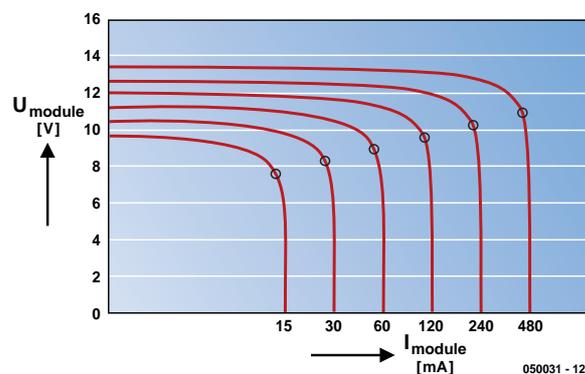

Figure 3. Caractéristique d'un module solaire à différents niveaux de luminosité. Les points de puissance maximale (MPP) sont arqués en gras.
Si l'on introduit U sur I , on obtient les courbes représentées en **figure 3**. La luminosité croît du coin inférieur gauche vers le coin supérieur droit. En l'absence de charge on peut dériver sur la cellule une tension à vide qui est, dans le cas de cellules au silicium, légèrement inférieure à 0,6 V (niveau d'éclairage de 1 000 W/m², température proche de 25 °C). Si l'on court-circuite la cellule on a circulation d'un courant de court-circuit (théorique). La puissance maximale s'obtient aux points rehaussés; on parle de MPP (*Maximum Power Point*). Sur un module, les cellules sont prises tant en parallèle qu'en série, ce qui se traduit par des tensions et de courants de sortie plus importants. On obtient, selon les types de cellule et de module, entre 80 à 150 W par m² de surface, ce qui correspond à un rendement énergétique de 8 à 15%. Toute augmentation de température diminue la puissance du module (de 0,2 à 0,5% par °C typique). Plusieurs modules permettent de construire des générateurs plus puissants.
– dans le cas d'une tension de batterie très inférieure à la tension nominale du module, que l'on utilise un diviseur de tension ou autre électronique similaire. On peut connecter un module 12 V directement à un accu de 3 V sans que ce dernier ne courre de danger (cf. figure 3). Le module solaire 12 V ne fonctionne pas alors en source de tension à tension de sortie constante de 12 V mais en source de courant. Tout ce qui se passe est que le module est forcé de travailler sensiblement en deçà de sa caractéristique.